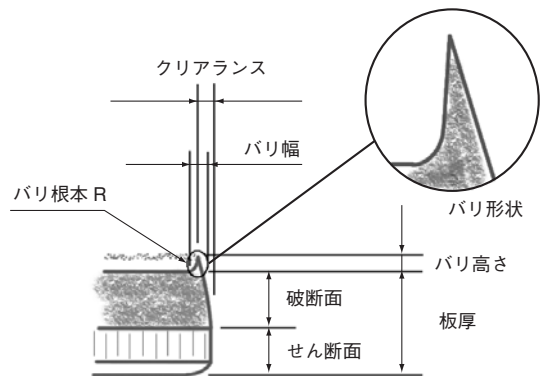

図1 バリ部の詳細
バリは図1に示すようにバリ部の詳細に示すようにさまざまな要素を持って形づくられている。特に①バリ幅、②バリ高さ、③バリ根本Rは金型の条件や状況を知るためにも1次加工時の品質として捉えておくことが必要である。
除去しやすい形状、いわゆる発生した状態（図1の形状）が良い状態と筆者は考えているが、実際にはいろいろな外力で図2のバリ先端形状の種類に示すような変形が伴っている。また、バリの全周が同一状態であることも一定な除去を行うためにも必要である。もちろん、プレス加工（1次加工）でのクリアランスの寄りや破断面とせん断面の境界がはっきりしないなどの状態では2次加